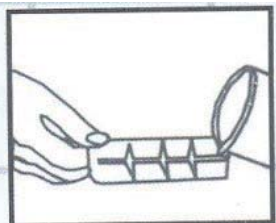

figure : 3
4. Helyezzen be egy vízzel töltött jégkockatartót az elpárologtatóra (fig.3)